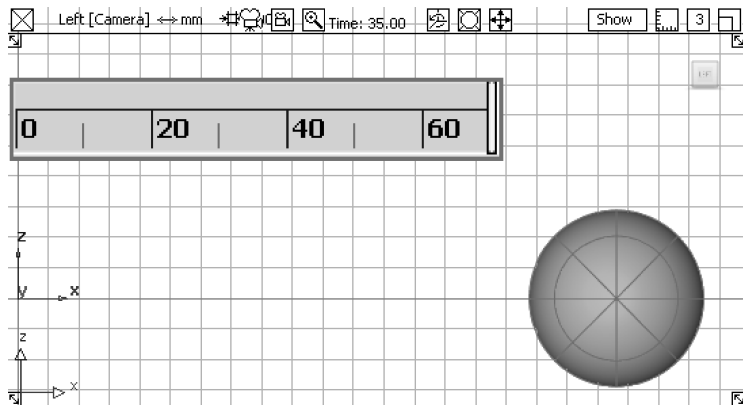

图 7-28 创建终点关键帧
- 16 将当前时间条移动到终点（70 帧）处，然后在视图中移动并缩放圆球体到另一位置，执行【Animation】|【Keyframe】|【Set Keyframe】命令，在此处创建终点关键帧，如图 7-28 所示。